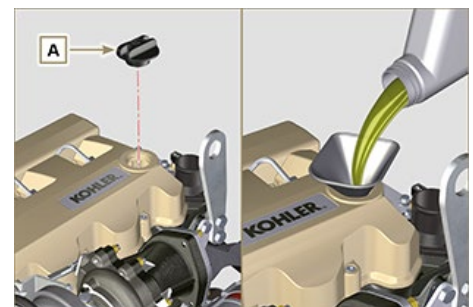

Fig. 5.2
4. Re-tighten the cap **A** (**Fig. 5.2**).